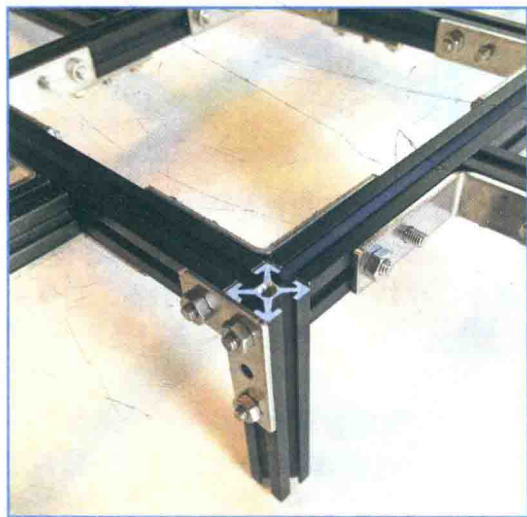

图 4.14 增加脚架
3. 翻转机身，使扁平的 L 型托架朝下。添加 4 根 60 毫米横梁，用 L 型托架固定它们，如图 4.14 所示。